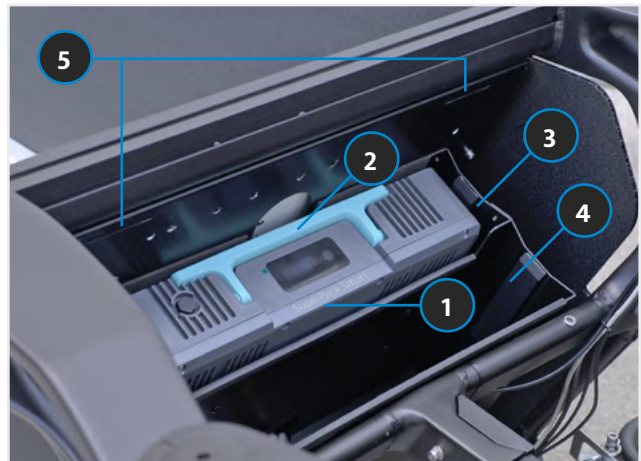

BILD 14 AKKU EINSETZEN
1. Akku vorsichtig von oben und in der korrekten Orientierung einsetzen. Griff muss (im eingeklappten Zustand) nach oben bzw. in Richtung Laderaum zeigen. (Siehe Bild 14)